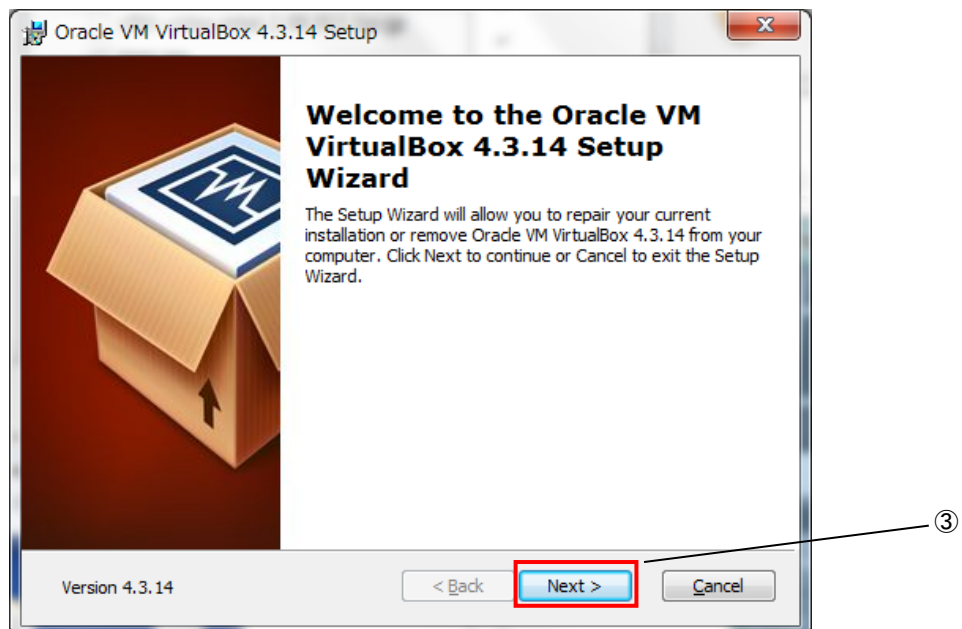

図 3-2-3-2. ダウンローダー起動後の画面
- ④ 図 3-2-3-3 のカスタムセットアップ画面に変わります。ここでは VirtualBox に追加するプラグイン機能を選択します。
- ⑤ [Next>] をクリックします。